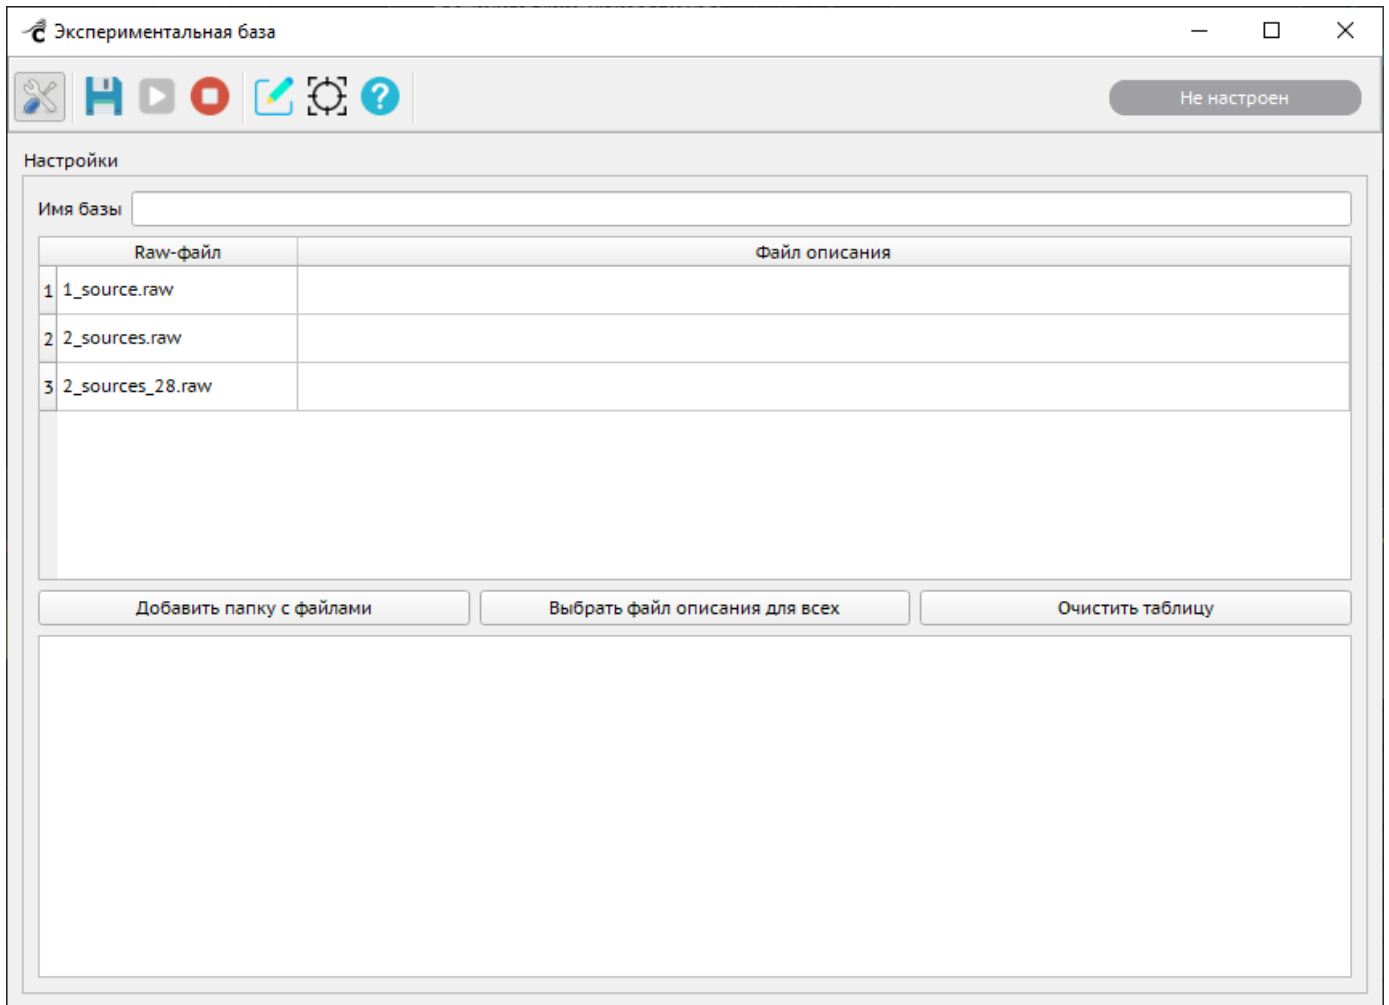

Рисунок 232 – Загруженные в таблицу файлы .RAW и .CSV
- нажать на кнопку «Добавить папку с файлами» и указать путь к папке с файлами .RAW. Все файлы из указанной папки будут загружены в таблицу и отобразятся в столбце «Raw-файл» (Рисунок 232).
Указанный файл будет загружен в таблицу и отобразится в столбце «Файл описания» напротив каждого файла .RAW (Рисунок 232).